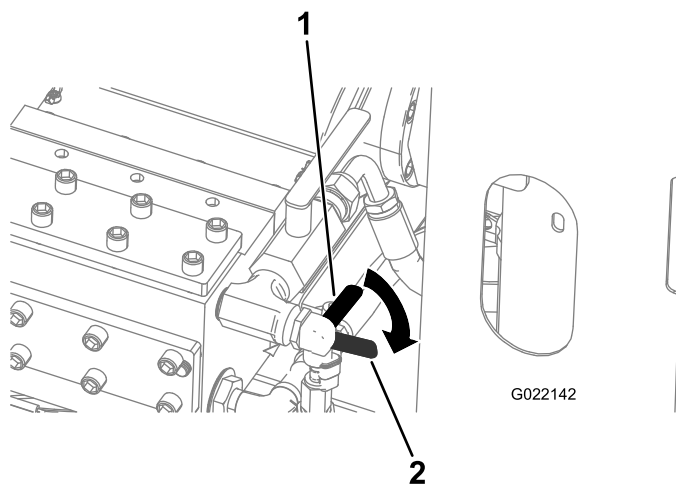

Figura 152
- A. Abra la válvula de anticongelante de la parte delantera de la bomba de fluido de perforación (la válvula inferior), según se muestra en la Figura 152.
- Cierre la válvula de anticongelante (Figura 152).